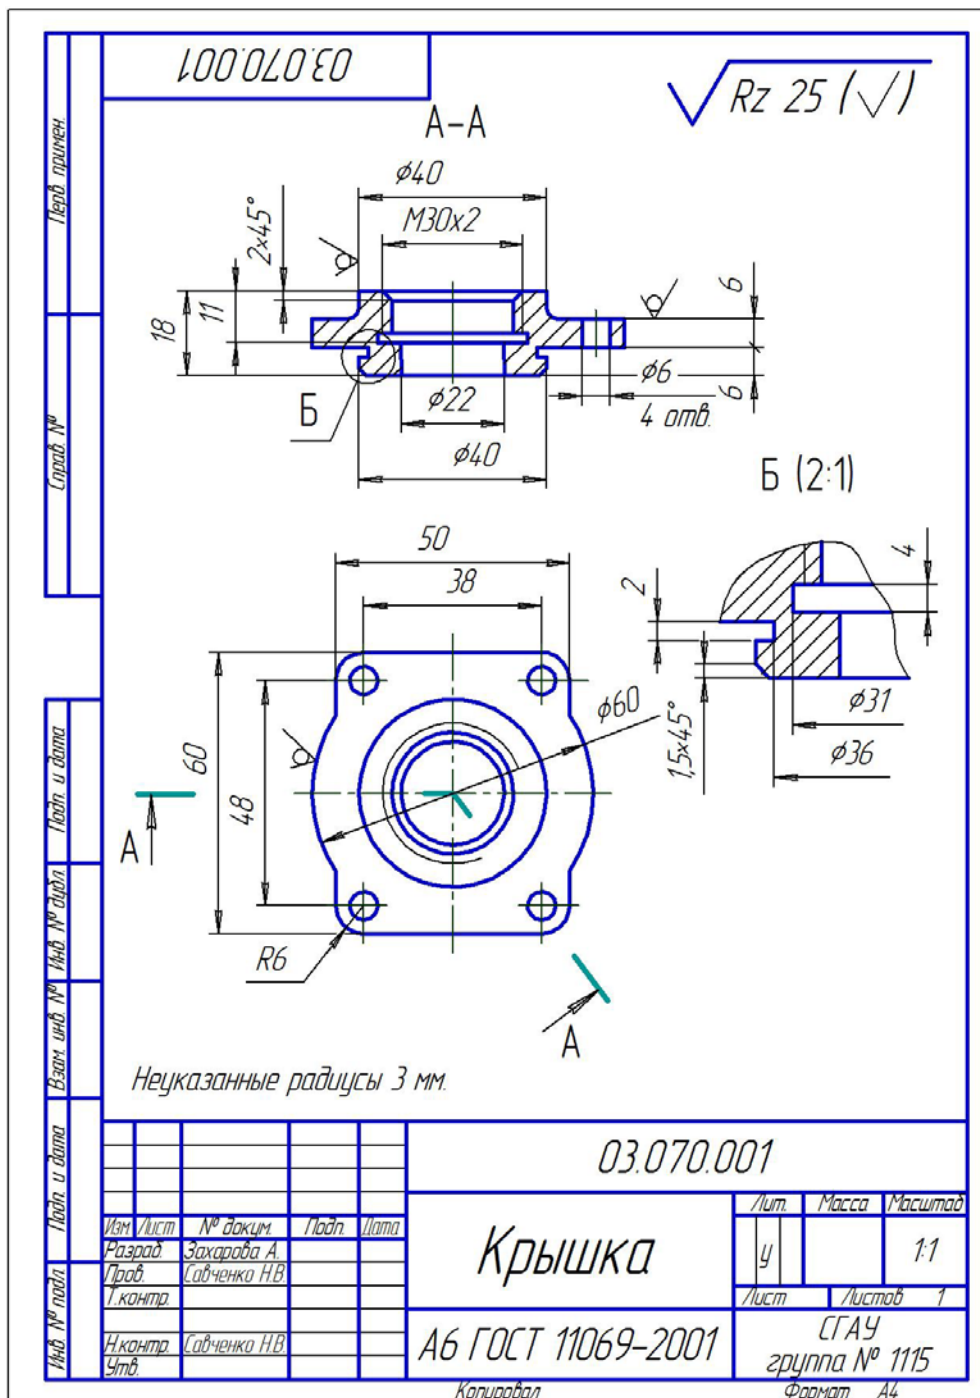

Рис. 2.27. Задание для построения чертежа.
**Задание:** Создать рабочий чертеж детали «Крышка», содержащий изображение двух видов этой детали и выносного элемента (рис. 2.27).
3. В *Строке сообщений* появится запрос «*Введите координаты точки привязки вида*», а на экране – изображение системы координат. Установите его мышью в нижней половине рабочей области чертежа (рис. 2.27) и зафиксируйте эту точку щелчком левой клавишей мыши (ЛКМ).
**Примечание:** Начало координат должно располагаться на пересечении осевых линий вида сверху (рис. 2.27).
- ✓ Начертить фронтальный разрез А-А детали «Крышка» (рис. 2.27), руководствуясь при построении рисунками 2.31...2.39 и пояснениями к ним.
2. Постройте горизонтальные вспомогательные прямые  $e, f, h, l$ , ориентируясь на рис. 2.27 и 2.31, ведя отсчет от новой системы координат: